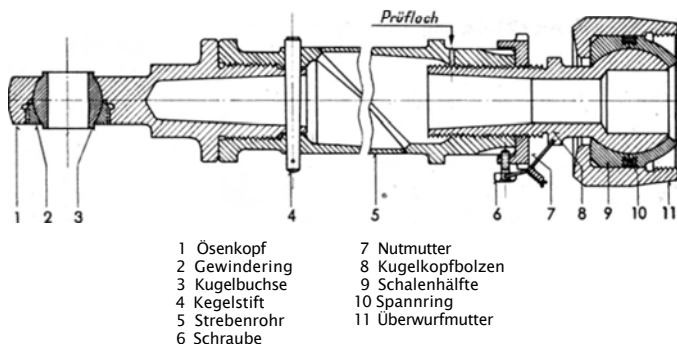

Abb. 3 Abstützstrebe
Der Anschluß der Abstützstreben (Abb. 3) am Motorträger erfolgt durch Zweikantbolzen, mit denen die Streben in eingeschliffenen Kugelbuchsen pendelnd gelagert sind. Der Ösenkopf (1) mit Kugelbuchse (3) ist mit dem Strebenrohr (5) verschraubt und durch einen Kegelstift (4), der versplintet ist, gesichert. Die Längen der Streben und des Motorträgers sind durch den verstellbaren Kugelkopf veränderlich. Die Sicherung gegen Lösen erfolgt durch eine Nutmutter (7) als Gegenmutter, die wiederum durch eine Sechskantschraube (6) gesichert ist.